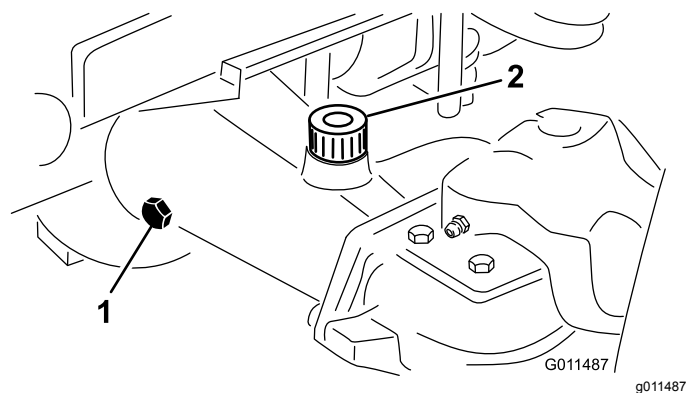

Figura 92
- Retire un tapón de verificación del extremo del eje y asegúrese de que el lubricante llega al borde inferior del orificio (Figura 92).